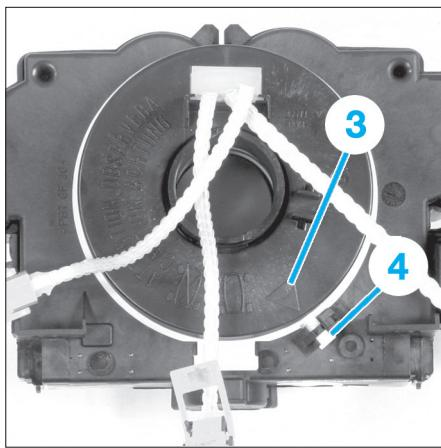

FIG. 4
- commandes au volant de marque Eaton et Delphi, la pointe du triangle (3) doit être orientée face avec le repère (4) (Fig.4),